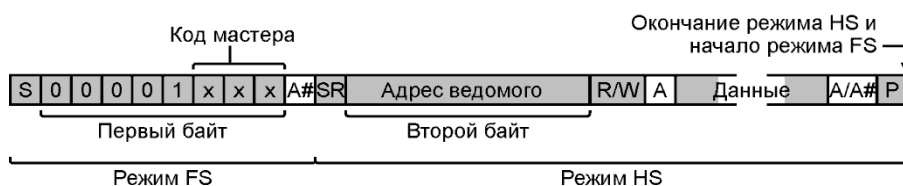

Рисунок 17.15 – Переход в режим HS и обратно в режим FS
После выполнения вышеуказанных шагов устройства, поддерживающие режим HS, переключаются в этот режим. Мастер генерирует состояние повторного старта (SR), а затем передает адрес ведомого и бит направления передачи R/W# (см. рисунок 17.15. Расшифровка обозначений, принятых на рисунке, приведена в таблице 17.1).